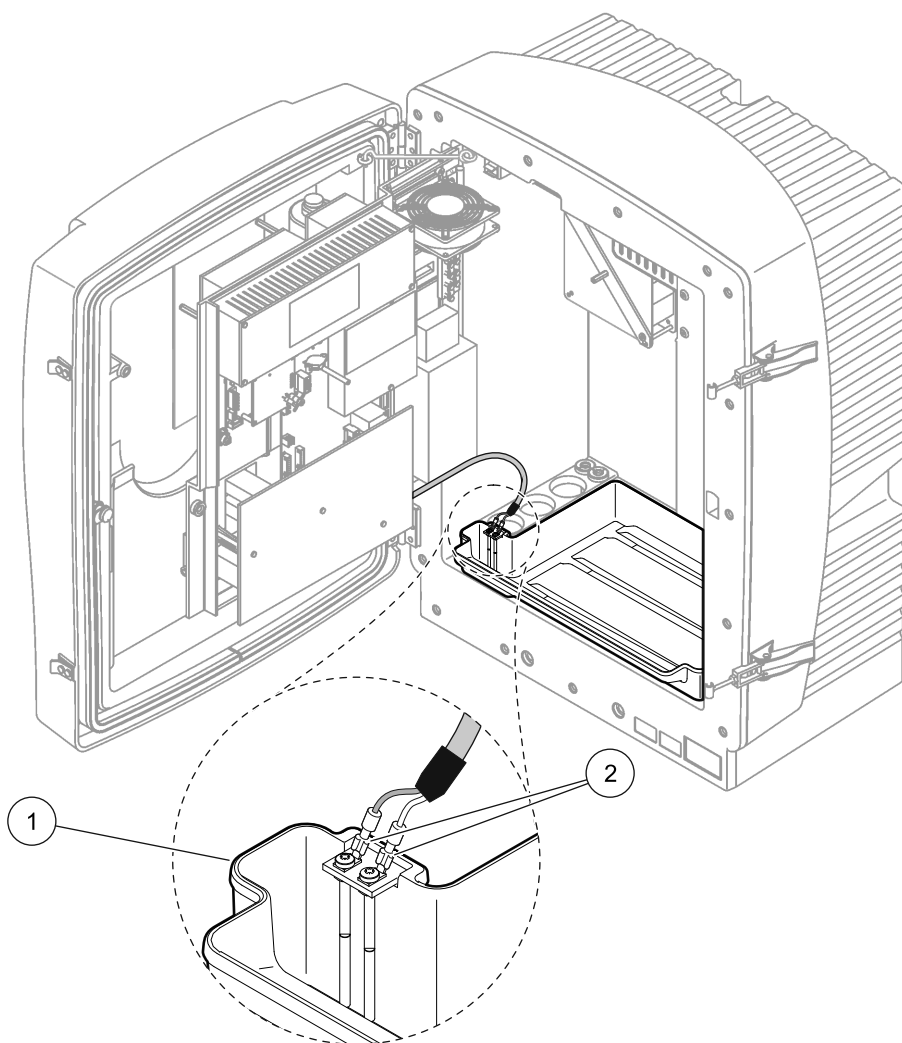

図 12 湿度 センサー の 接続
3. 収集トレイ上の端子ネジに湿度センサー ワイヤを接続します (図 12)。